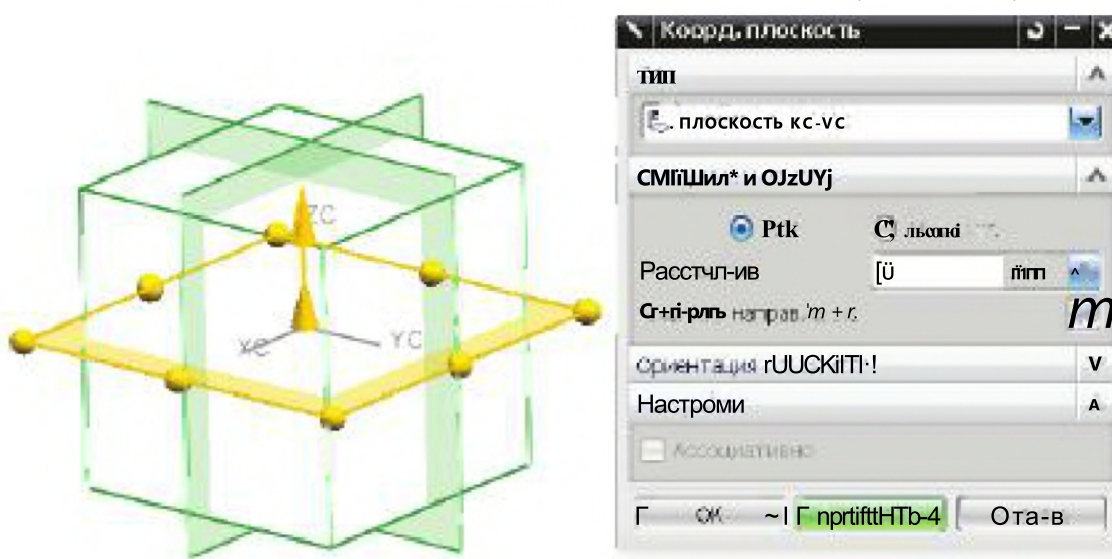

Рисунок 3.1-20. Базовые плоскости. Фиксированные координатные плоскости
- Система создает три координатные плоскости, одну в точке $X_C=0$, одну в точке $Y_C=0$, одну в точке $Z_C=0$. Разумеется, вы можете перепозиционировать рабочую систему координат (WCS) и создать координатные плоскости в определенном направлении (совсем необязательно, чтобы WCS совпадала с абсолютной). Если вы после этого снова вернете WCS в абсолютную систему координат, то плоскости останутся там, где их создали. Этот метод создания координатных плоскостей рекомендуется, когда вы работаете в группе над одним проектом, когда необходимо осуществить привязку элементов модели, а также для независимого расположения эскизов (рис. 3.1-20).